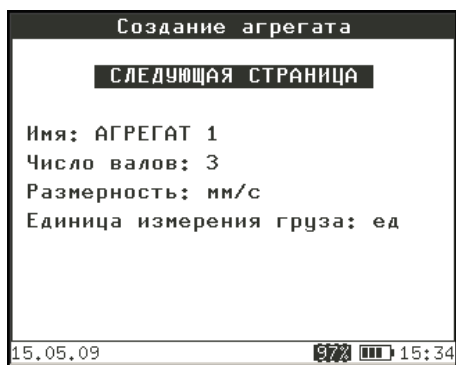

Рис. 81. Создание агрегата. Первая страница задания параметров
- в открывшемся окне «Создание агрегата» (Рис. 81) задать имя агрегата, число валов и единицу измерения груза;